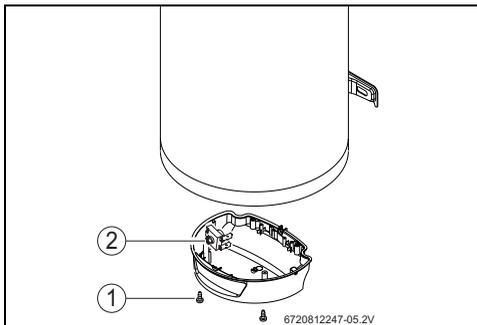

Fig. 16 Botão de rearme
- ▶ Desapertar os parafusos da tampa do termoacumulador e retirá-la (Fig. 16, [1]).
- ▶ Pressionar completamente o botão (Fig. 16, [2]).